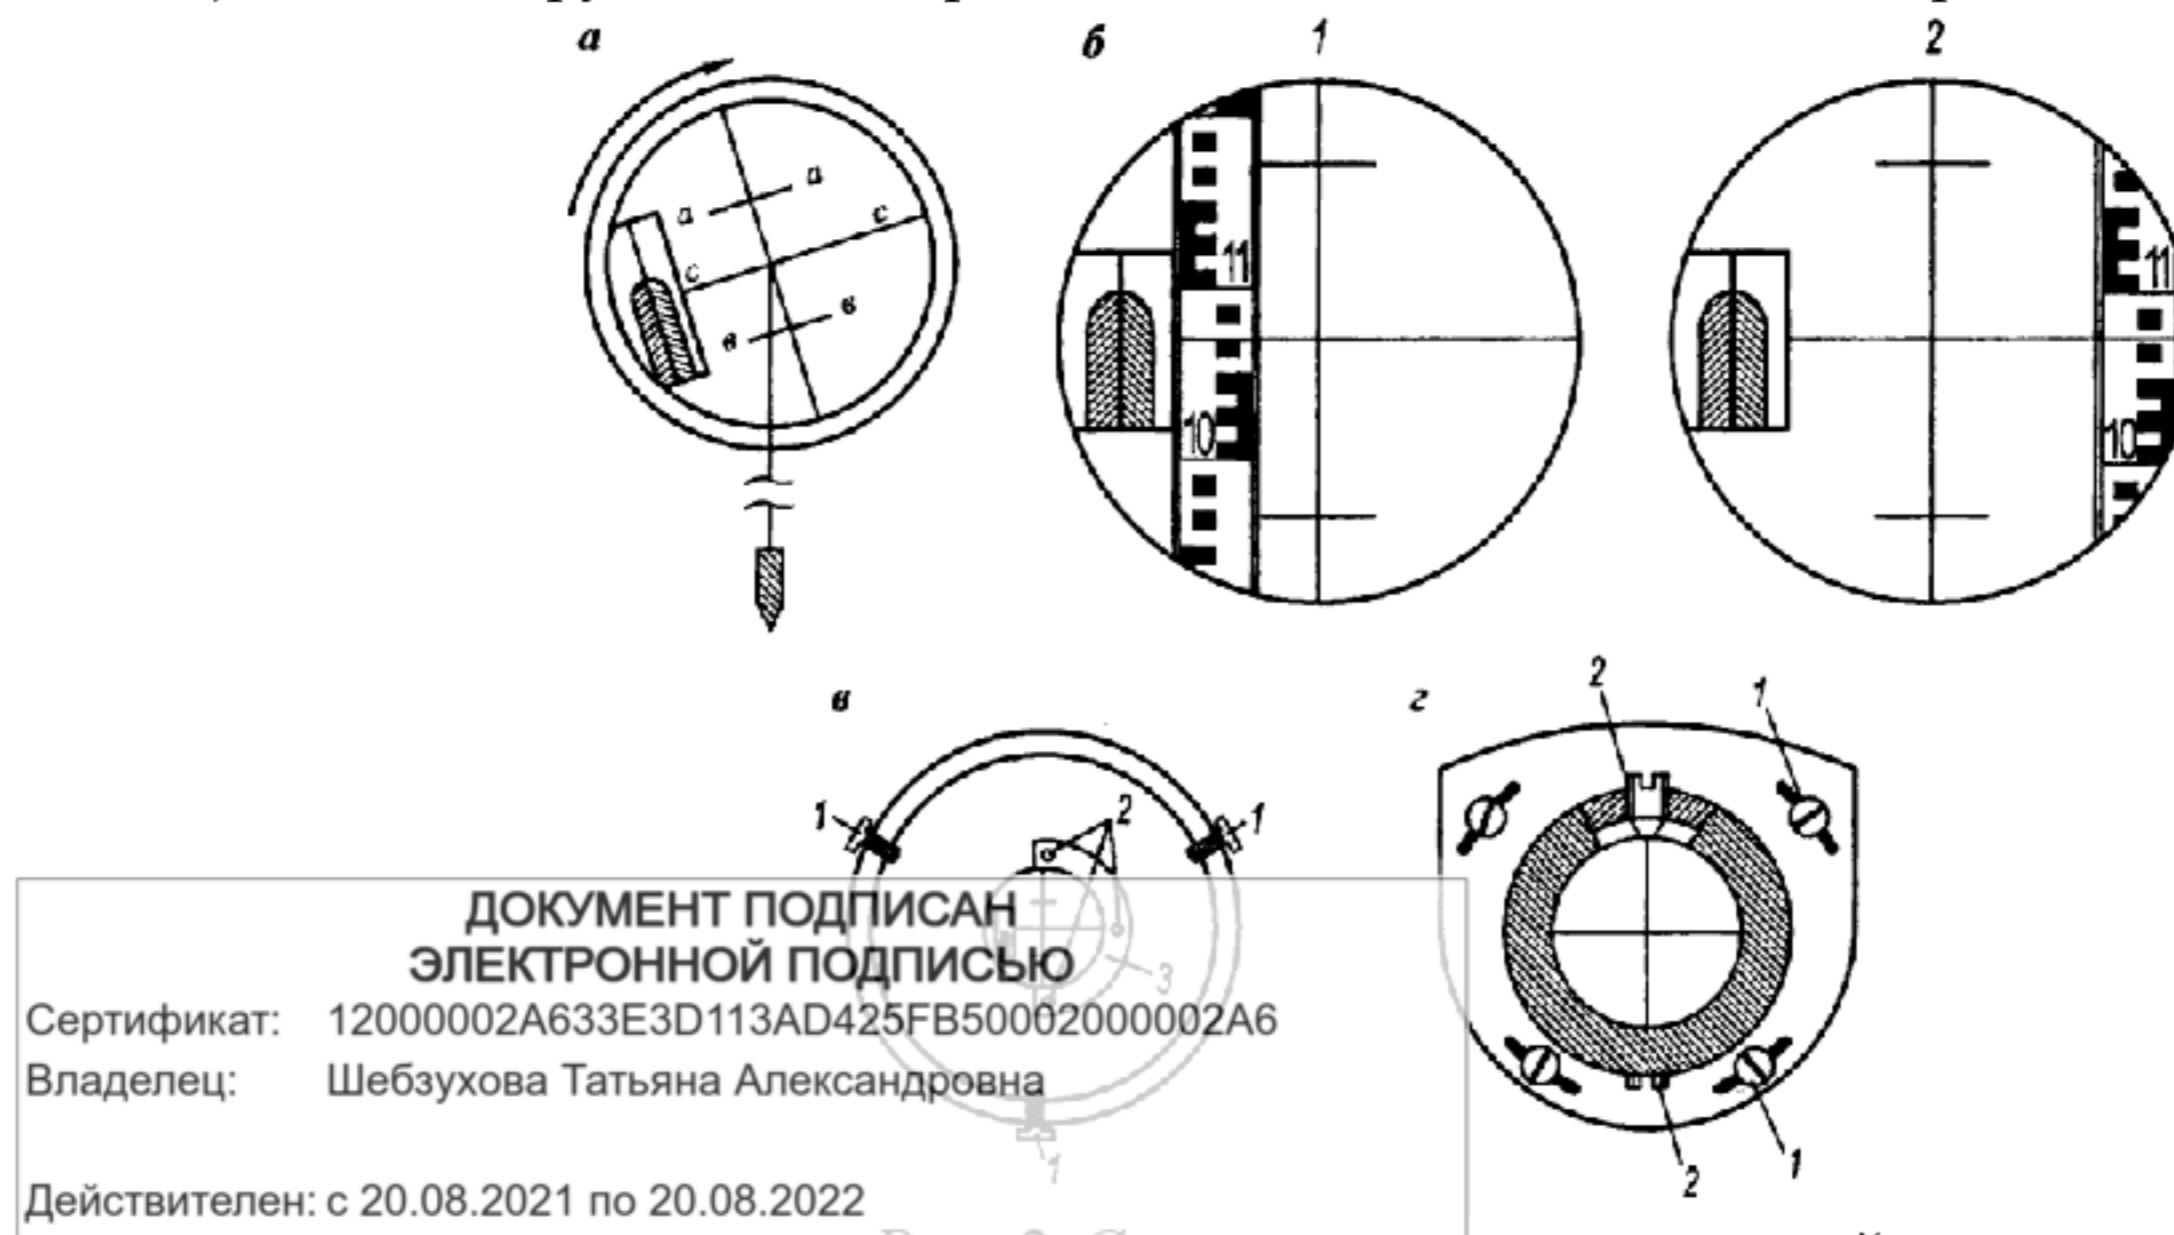

Рис. 2. Схема поверки сетки нитей.
**I способ.** На расстоянии 20-25 метров от нивелира подвешивают отвес (рис. 2, а). По круглому уровню тщательно приводят ось вращения нивелира в отвесное положение. Зрительной трубой визируют на отвес и совмещают один из концов вертикального штриха сетки нитей с нитью отвеса. Если другой конец вертикального штриха отходит от нити отвеса более чем на 0,5 мм, то проводят исправление положения сетки нитей.
**II способ.** Нивелир наводят на рейку так, чтобы ее изображение в зрительной трубе оказалось в левой части поля зрения (рис. 2, б, позиция 1), и берут отсчет по горизонтальной нити сетки. Поворотом нивелира переводят изображение рейки в правую часть поля зрения трубы (рис. 2, б, позиция 2) и вновь берут отсчет по рейке. Взятые отсчеты не должны различаться более чем на 1 мм.